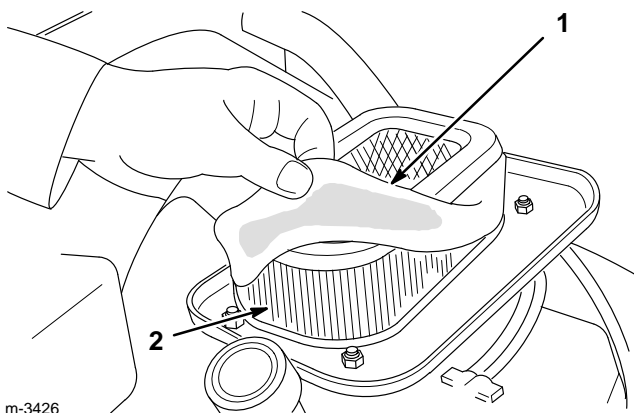

Abbildung 24
5. Papiereinsatz und Schaumelement herausnehmen und voneinander trennen (Abb. 24).
1. Das Schaumelement vorsichtig auf den Papiereinsatz schieben (Abb. 24).